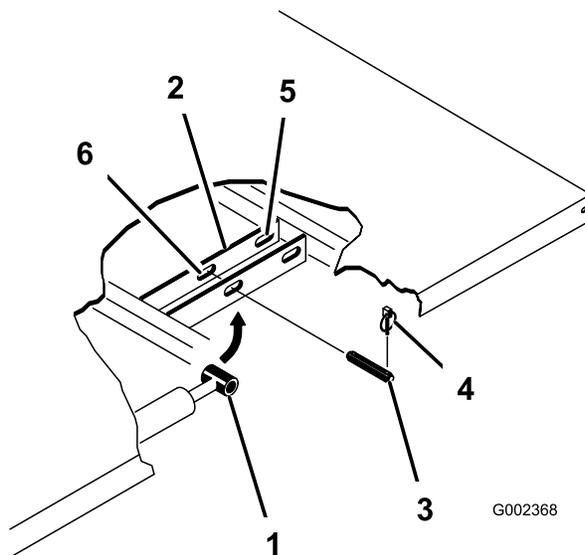

图34
3. 从油缸杆柱销的外端取下保险销 图34。
- 向内推动柱销卸下将油缸杆端固定到货斗安装板上的柱销图34。
- 卸下将枢轴支架固定到机架槽上的保险销和柱销图34。